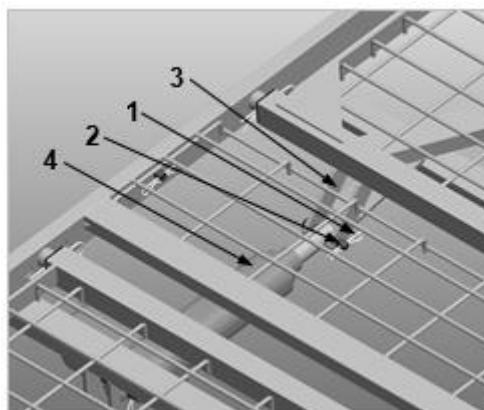

Abbildung 10: Notabsenkung des Kopfteils
- Die zweite Hilfsperson kann nun den Federstecker (1) am Steckstift (2) des Motoraufnahmehebels (3) abziehen und den Motorsteckstift (2) entfernen.
- Nun kann der Kopfteilmotor (4) nach unten weg-geschwenkt werden.
- Nach Verlassen des Gefahrenbereiches unter dem Bett kann nun die erste Hilfsperson das Kopfteil langsam und vorsichtig absenken. Das Kopfteil muss unbedingt festgehalten werden. Durch unkontrolliertes Absenken besteht Verletzungsgefahr für Patient und Hilfspersonen. (vgl. Abbildung 10)
Der Kopfteilmotor (4) wird mit dem Steckstift (2) am Motoraufnahmehebel (3) des Kopfteiles wieder montiert und unbedingt mit dem Federstecker (1) gesichert. Nun lässt sich das Kopfteil wieder über den Handschalter bedienen. (vgl. Abbildung 10)